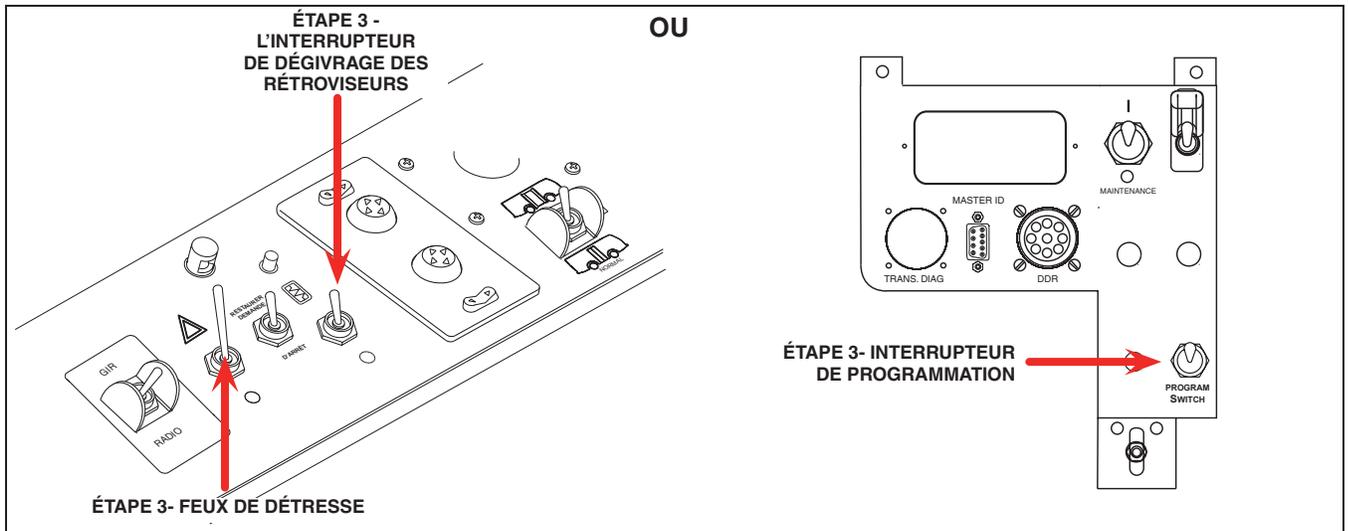

Figure 40 - Interrupteurs d'activation et de reprogrammation des nouveaux modules IO (typique)
6. Activer l'interrupteur **DÉGIVRAGE DES RÉTROVISEURS** ou de **PROGRAMMATION** selon le cas, au panneau supérieur gauche, selon la configuration. Voir Figure 40.